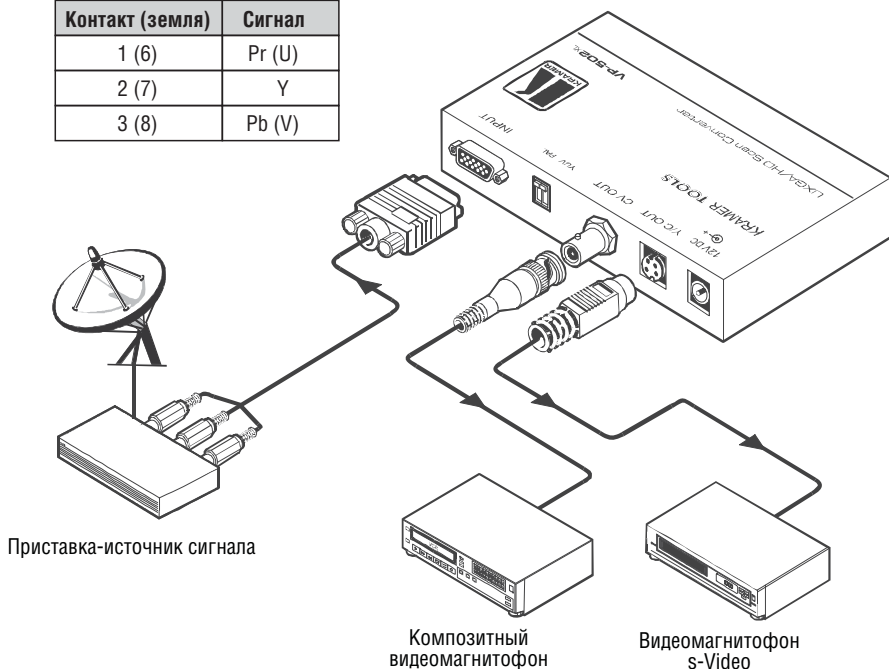

Рис. 4. Подключение VP-502xl к источнику HD
Пример подключения источников и приемника сигнала к **VP-502xl** показан на рис. 4. Для подключения выполните следующее1:
1. Подключить источник компонентного сигнала высокого разрешения (YUV, Y/Pb/Pr — вроде телевизионной приставки)2 к разъему HD15F INPUT — например, кабелем Kramer C-GM/3RVF либо изготовленным самостоятельно кабелем-переходником (схема распайки см. на рис. 4).
2 Для подключения источника сигнала высокого разрешения используется кабель Kramer C-GM/3RVF или аналогичный. Если у Вас имеется кабель VGA на 5BNC, используйте только линии RGB. Для разводки один-к-одному используйте данные из таблицы на рис. 4.